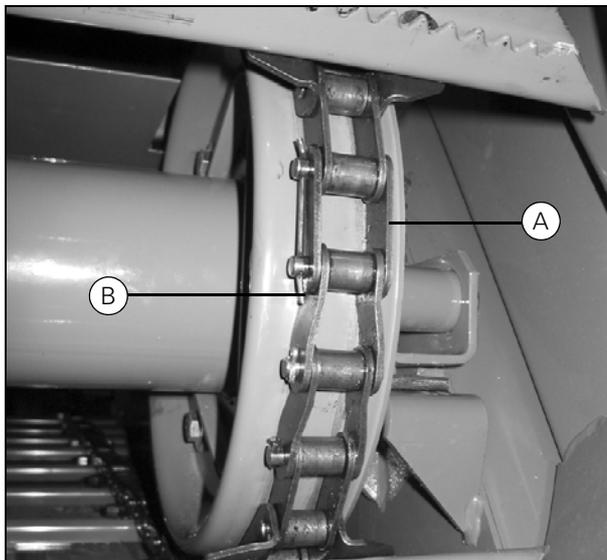

Рисунок 14
- При установке цепи необходимо следить за тем, чтобы торцы контровочной проволоки или штифта были направлены в сторону от направляющего ролика (А) (Рис. 14). Кроме того, максимальный люфт в поперечном направлении в соединительных звеньях (В) должен составлять 1,2 мм. Если люфт больше указанного значения, отрегулируйте его, установив шайбы под контровочную проволоку или штифт.